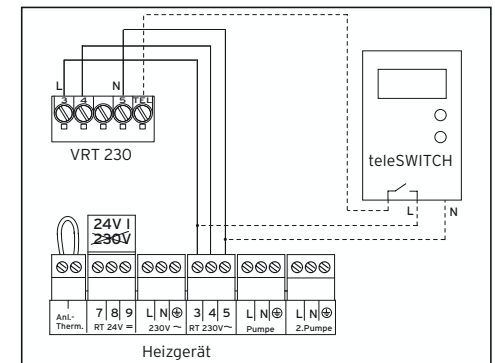

Abb. 10.1 Elektrischer Anschluss
- Schließen Sie den teleSWITCH wie in Abb. 10.1 dargestellt an. Beachten Sie auch die Anleitung des teleSWITCH.